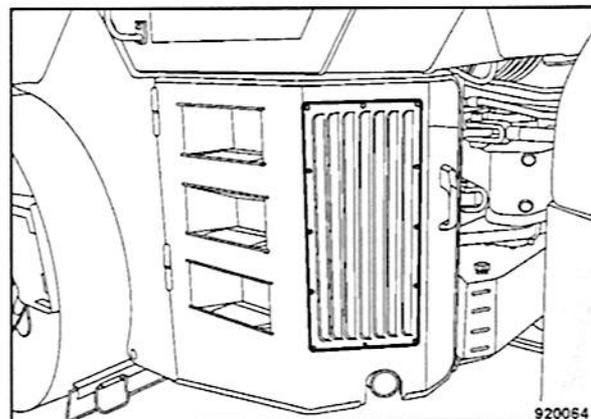

Fig. 103
- Abrir la puerta izquierda de mantenimiento (Fig. 103).